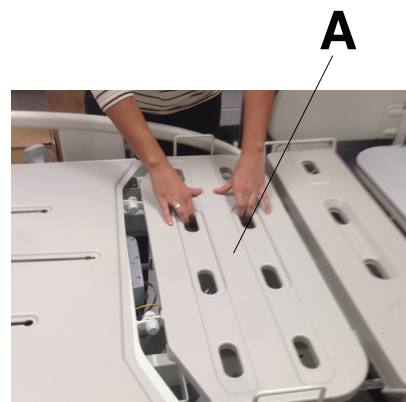

図3-上部レッグレストのカバーを取り外す
1. 上部レッグレストのカバー（A）を取り外します（図3）。